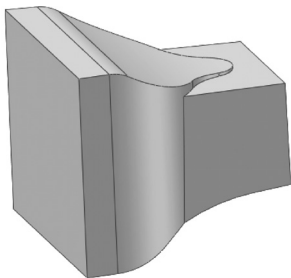

图 6-94 切除结果 2
11) 切除把手。单击“特征”控制面板中的 $\text{Ⓢ}$ （切除拉伸）按钮，系统弹出“切除-拉伸”属性管理器。设置“方向 1”和“方向 2”的终止条件为“完全贯穿”，然后单击属性管理器中的 $\checkmark$ （确定）按钮，结果如图 6-94 所示。